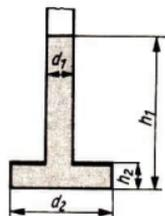

Bild 31
- 4.3 Ein aus zwei zylindrischen Teilen nach Bild 31 zusammengesetztes Gefäß ist bis zur Höhe h_1 mit Wasser gefüllt. Berechnen Sie die Kraft auf die Kreisringfläche (in der Schnittdarstellung durch eine dicke Linie hervorgehoben). Die Höhen sind 50 cm und 5 cm, die Durchmesser 20 mm und 80 mm.